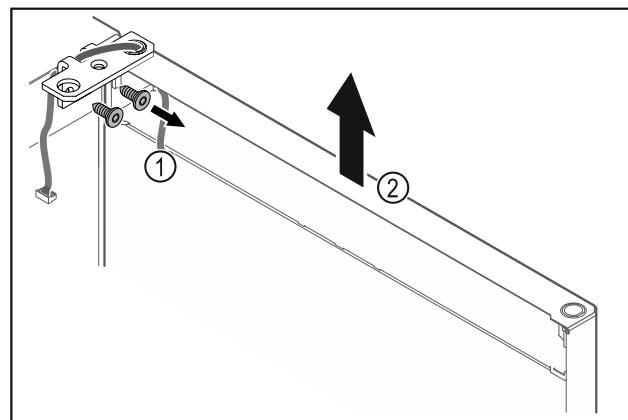

Fig. 26
- ▶ 拧下合页角铁 Fig. 26 (1)。
- ▶ 将冰箱门连同合页铁一起笔直向上提升 Fig. 26 (2)大约 200 mm 并取下。